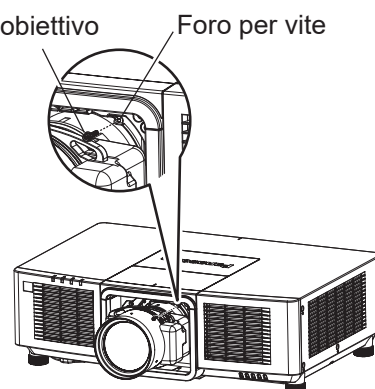

Fig. 6
- Per fissare al proiettore un obiettivo di proiezione diverso da un obiettivo zoom (Modello n.: ET-EMU100), fissare saldamente l'obiettivo di proiezione al foro della vite a destra dell'obiettivo di proiezione mediante un cacciavite esagonale a punta sferica. (Fig. 6)